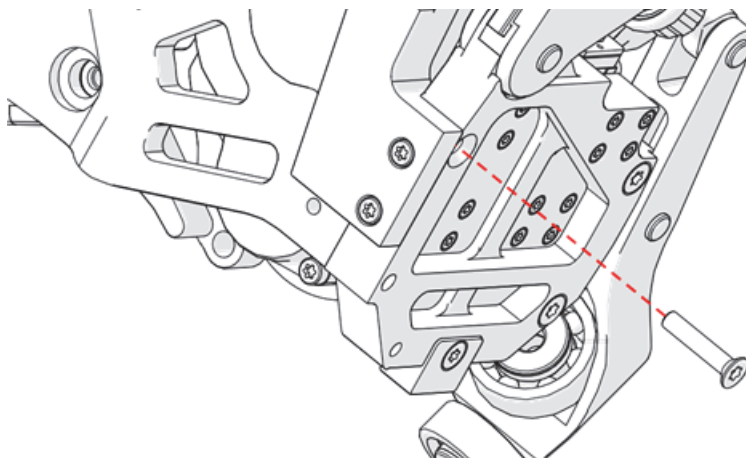

Figura 2-28 Extracción del tornillo
8. Retire el tornillo que se indica en la Figura 2-28 en la página 108 a partir del transportador de motor.